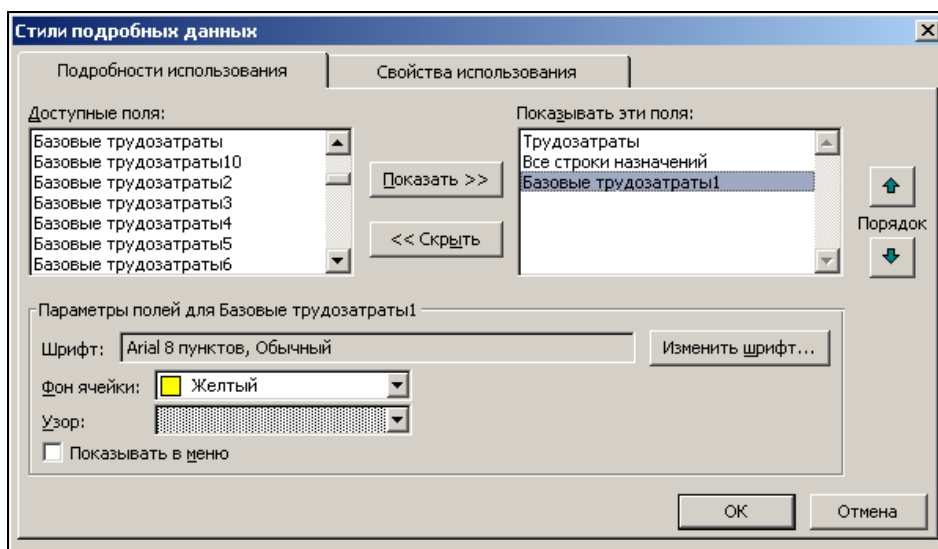

Рисунок 6.6 – Стили подробных данных
3. Если требуется удалить из меню какой-либо пункт, то его следует выбрать в списке **Показывать эти поля** ⇒ **Скрыть** (см. рисунок 6.6).